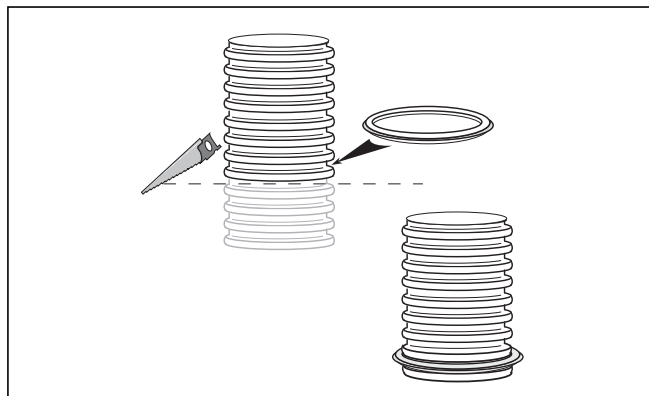

Bild 5.47 Kapa det flexibla rökgasröret och montera tätningen
Bestäm till att börja med en ungefärlig total längd. Säkerhetsmarginal för rak skorsten: minst 50 cm, för "sned" skorsten (med avsats): minst 70 cm per avsats. Kapa det flexibla rökgasröret (se bild 5.47) först när det ska fästas vid skorstensöppningen.
- Montera sedan tätningen i det nedersta oskadade spåret på rökgasröret (se bild 5.47).